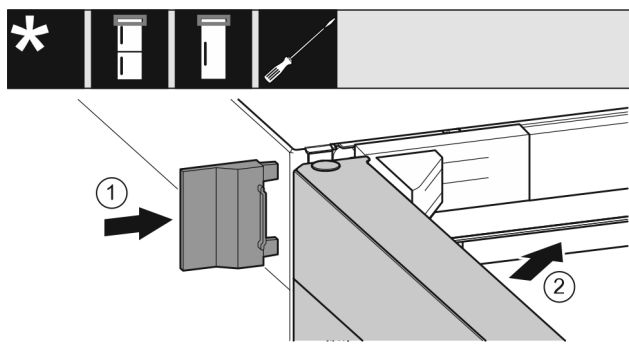

Fig. 35
- ▶ Potisnite zunanji pokrov gor. Fig. 35 (1)